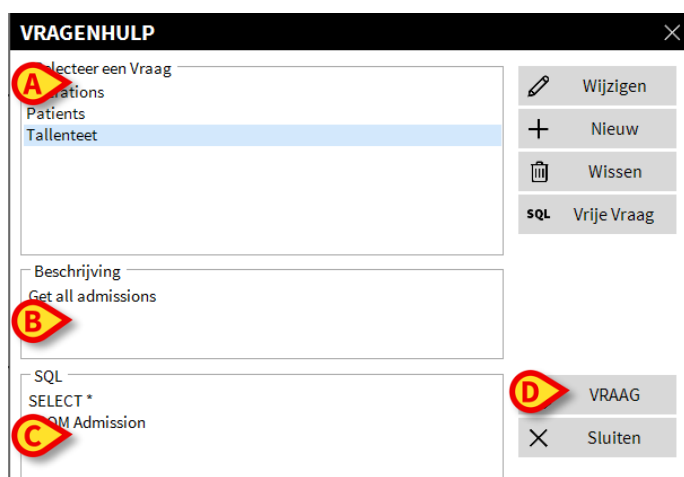

Fig 34
De naam is nu gemarkeerd (Fig 34 **A**).
In het deel "**Beschrijving**" (aangegeven in Fig 34 **B**) wordt een tekstbeschrijving van de vraag weergegeven.
In het deel "**SQL**" (aangegeven in Fig 34 **C**) verschijnt de inhoud van de vraag in SQL-taal (Structured Query Language).
- Klik op toets **VRAAG** rechtsonder in het venster (Fig 34 D).